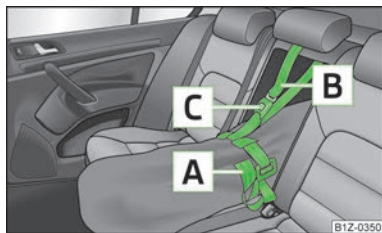

Fig. 82
- Strângeți banda A de capătul liber, în jurul schiurilor, în fața legăturilor » fig. 82.
- După încărcarea cu schiuri, sacul de transport trebuie asigurat cu centura de fixare B » fig. 82.